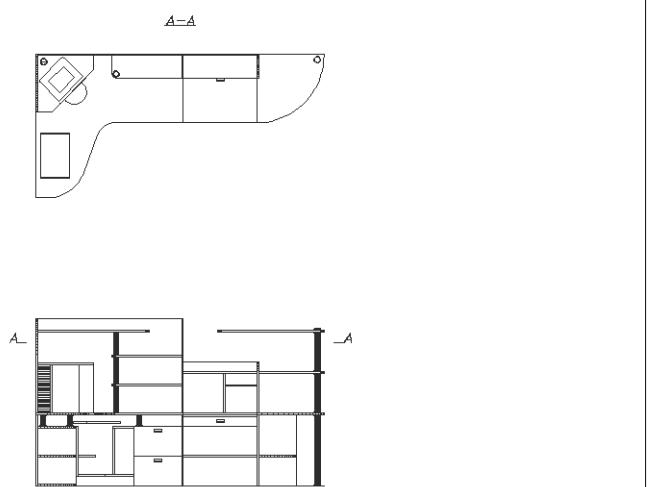

Рис. 10.10 ▼ Создана линия подчеркивания в обозначении разреза А–А
12. Удалите вертикальные линии, по которым была обрезана линия подчеркивания, и переместите последнюю на слой **Штриховка 1495** (рис. 10.10).